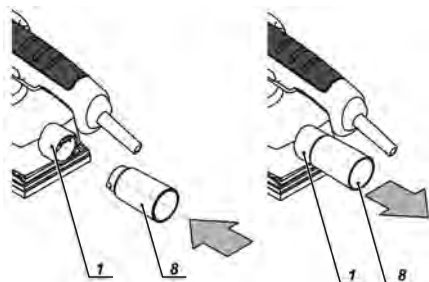

fig.4 – desenho demonstrativo para montagem e desmontagem adaptador para aspirador de pó
Para montar o adaptador para aspirador de pó (8), encaixe-o na conexão para o reservatório de poeira (1), fig.4